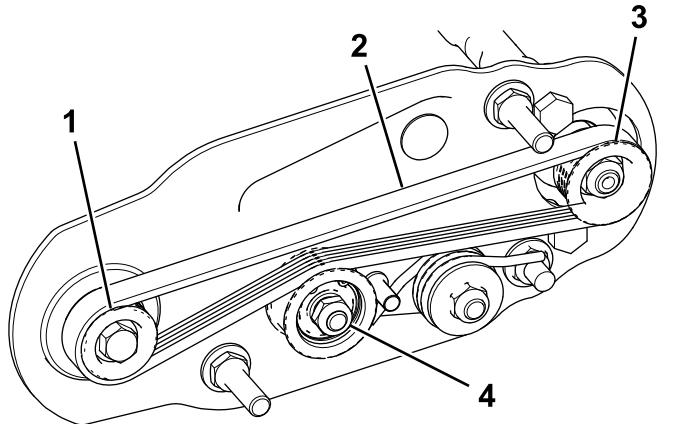

图24
- 先缠绕驱动皮带轮周围的皮带然后再缠绕怠轮皮带轮顶部上方的皮带 **图24**。
- 启动从动皮带轮上的皮带 **图24**。